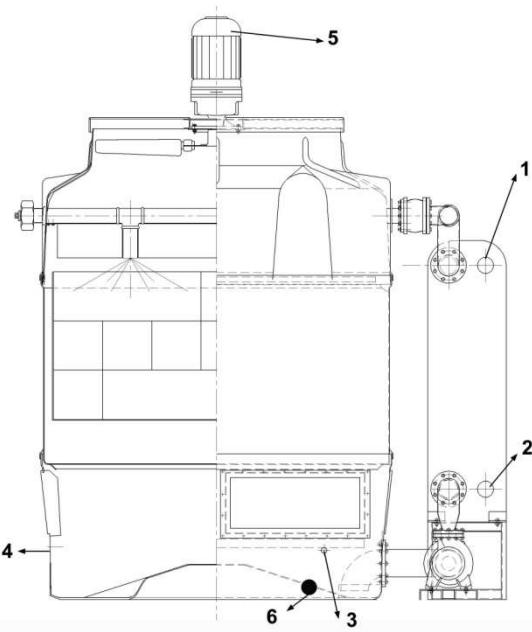

Fig. 32
- a) Connection of the inlet pipe (Fig 32/1).
- b) Connection of the outlet pipe (Fig 32/2).
- c) Connection of the overflow pipe (Fig. 32/3).
- d) Connection of the make-up fresh water pipe of the float valve (Fig 32/4).
- f) Electric connection of the fan motor (according to the connection diagram included in the terminal box), magnetic valves, thermostats, etc. (Fig 32/5).
- g) Drain pipe connection (Fig 32/6).
- a) Raccordement de la tubulure d'entrée (fig. 32/1).
- b) Raccordement de la tubulure de sortie (fig. 32/2).
- c) Raccordement de la tuyauterie de déversoir (fig. 32/3).
- d) Raccordement de la tuyauterie d'eau d'appoint de la vanne à flotteur (fig. 32/4).
- f) Raccordement électrique du moteur du ventilateur (selon le schéma de connexion qui est dans la boîte à bornes), valves magnétiques, thermostats, etc. (fig. 32/5).
- g) Branchement de la tuyauterie de drainage (fig. 32/6).
- a) Conexión la tubería de entrada (fig. 32/1).
- b) Conexión de la tubería de salida (fig. 32/2).
- c) Conexión de la tubería de rebosadero (fig. 32/3).
- d) Conexión de la tubería de agua de aporte de la válvula de flotador (fig. 32/4).
- f) Conexionado eléctrico del motor del ventilador (según esquema de conexión contenido en la caja de bornas), válvulas magnéticas, termostatos, etc. (fig. 32/5).
- g) Conexionado de la tubería de drenaje (fig. 32/6).